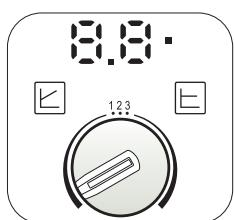

fig. 35
- Configuración Dp-v Presión de impulsión proporcional (fig. 35)